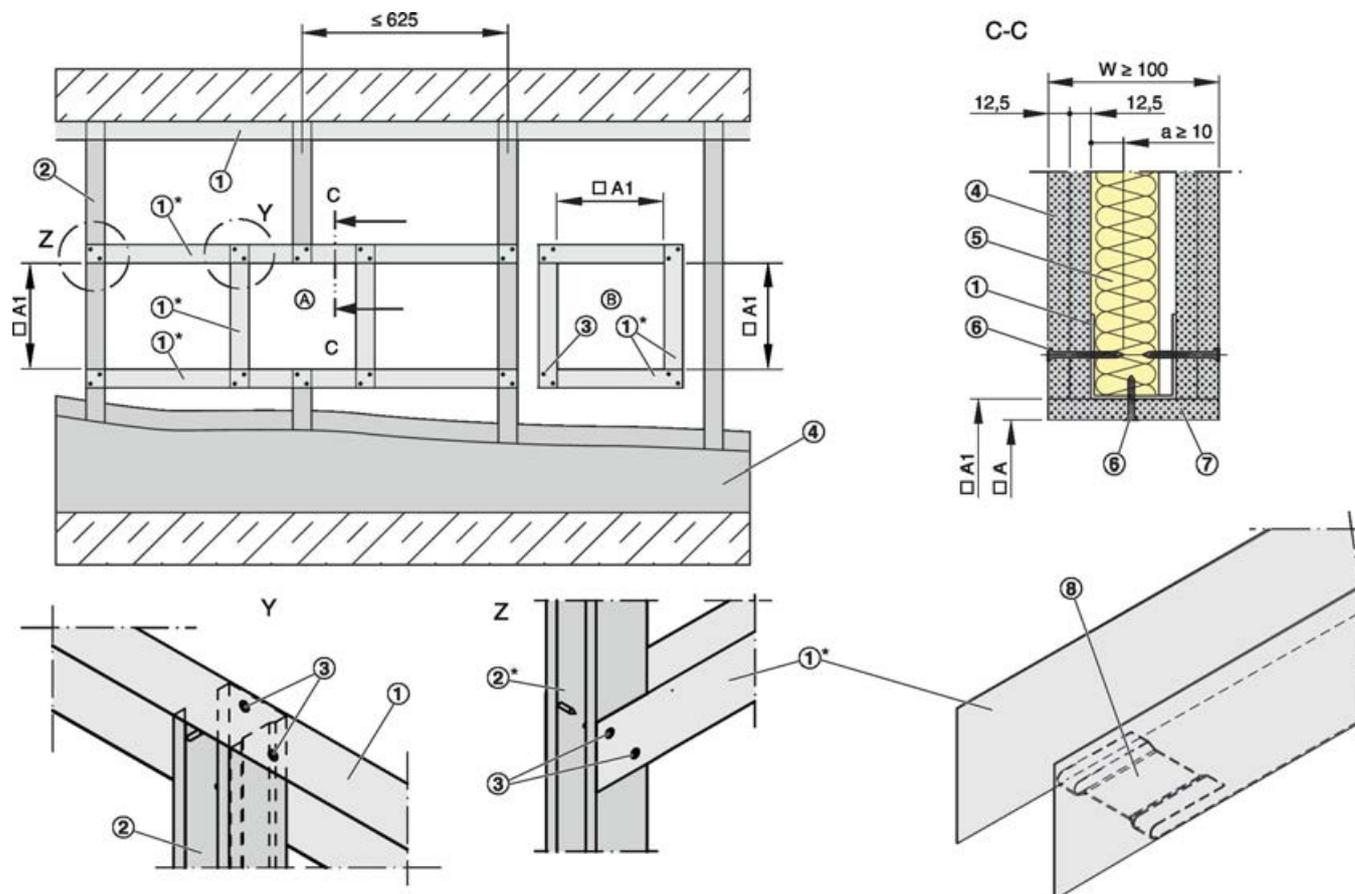

Fig. 8 : Cloison légère avec structure métallique portante et habillage des deux côtés
- Monter la cloison légère conformément aux instructions du fabricant et créer une ouverture, Fig. 8